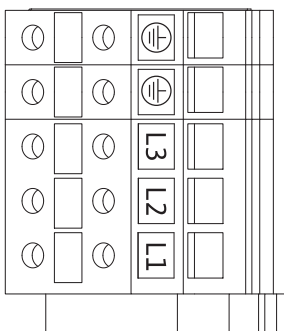

Fig. 26 : Bornes de puissance (bornes de raccordement réseau)
- Bornes de puissance (bornes de raccordement réseau) (fig. 26)